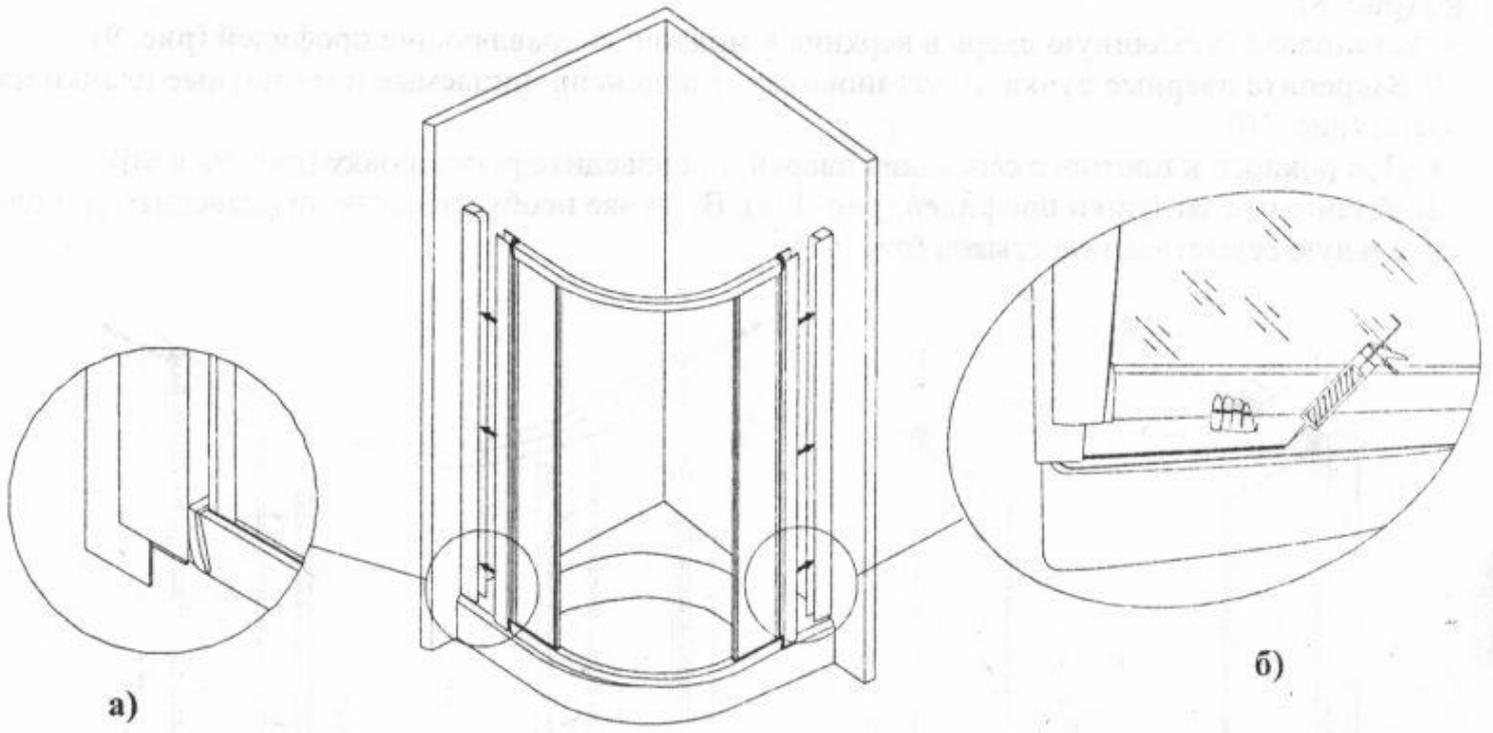

Рис. 7
6. Установите каркас кабины в стеновые профили (рис. 7). П-образный стеновой профиль должен войти в середину профиля каркаса кабины (рис. 7а).
7. Не вытаскивая каркас кабины из стеновых профилей, поднимите его на несколько сантиметров для того, чтобы нанести силиконовый герметик на стык между нижним профилем и поддоном (рис. 7б).